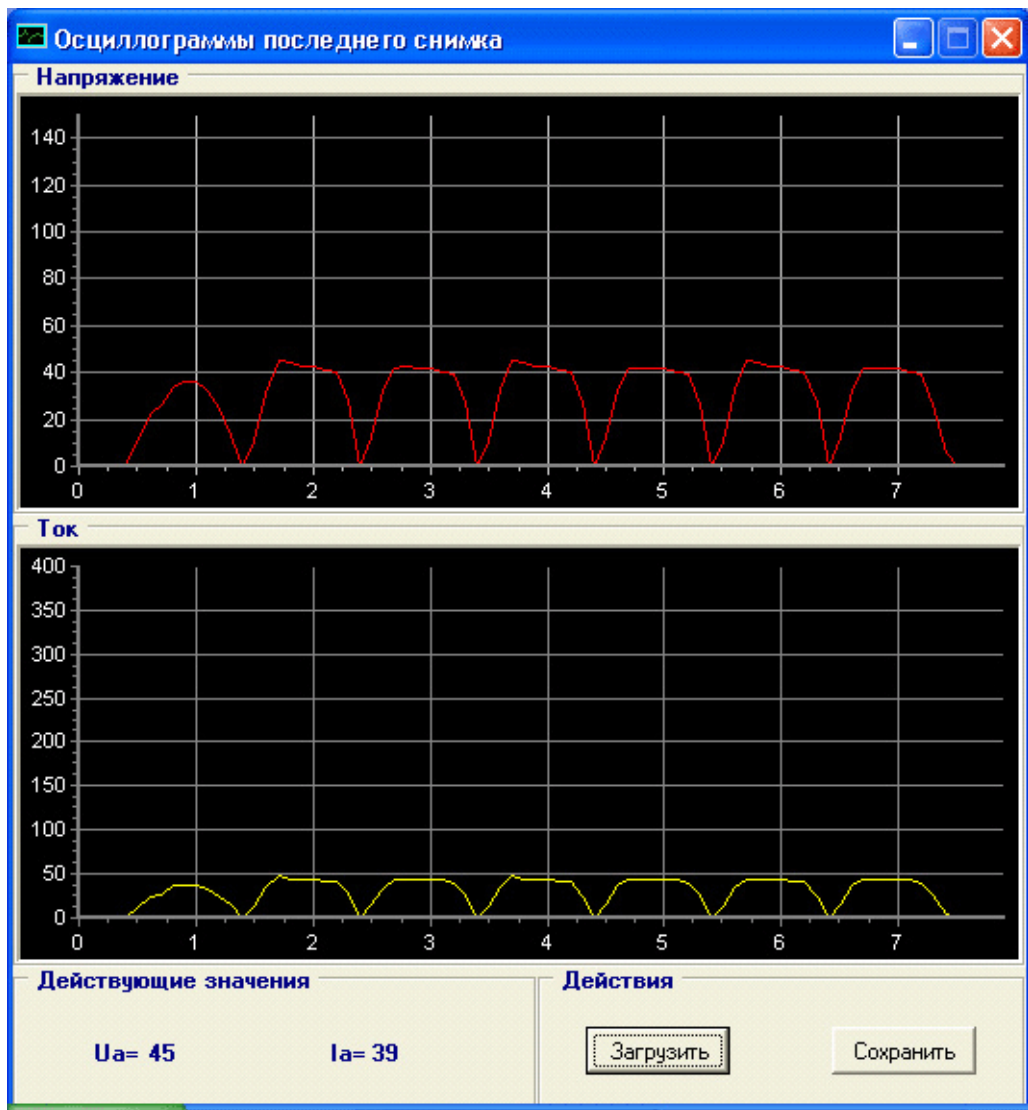

Рис. 9 Внешний вид окна «Осциллограммы последнего снимка»
10.1. В процессе выполнения экспозиции мгновенные значения высокого напряжения и тока трубки записываются в энергонезависимую память системы управления. Период измерения и записи значений составляет 1 мс. Полученные данные могут быть выведены в графическом виде с помощью процедуры «Показать осциллограммы» для осуществления контроля параметров выполненного снимка, которая активируется при нажатии соответствующей кнопки на главной панели программы *FMaster*. Внешний вид окна просмотра осциллограмм приведен на рис. 9.